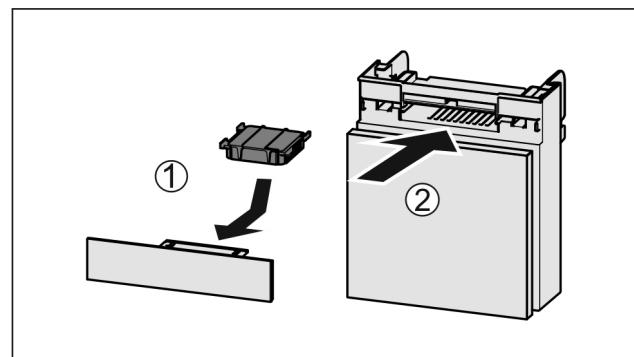

Fig. 49
- Поставете Fig. 49 (1) филтъра с активен въглен, както е показано на фигурата.
- Вкарайте Fig. 49 (2) отделението.